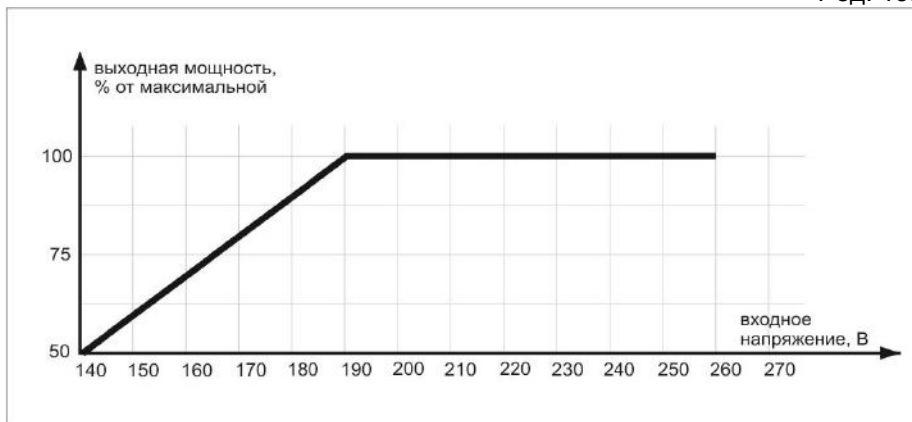

Рис. 2. График зависимости выходной мощности стабилизатора от входного напряжения
* Расчёт мощности произведён для работы стабилизатора при входном напряжении более 190 В . Если напряжение ниже 190 В , необходимо учитывать поправку согласно рис.2.